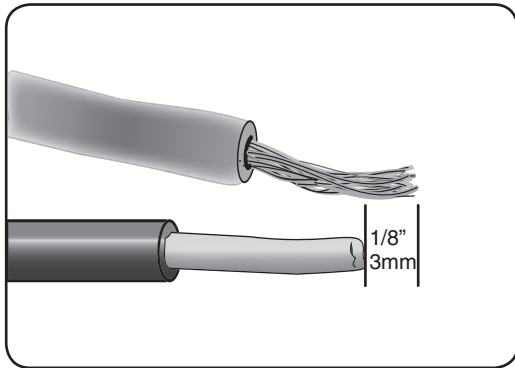

Ilustración 32
- Extienda los cables de conductores trenzados en la lavadora que miden 1/8" (3 mm) fuera del cable de alimentación eléctrica con conductores sólidos (o enterizos), como muestra la Ilustración 32.